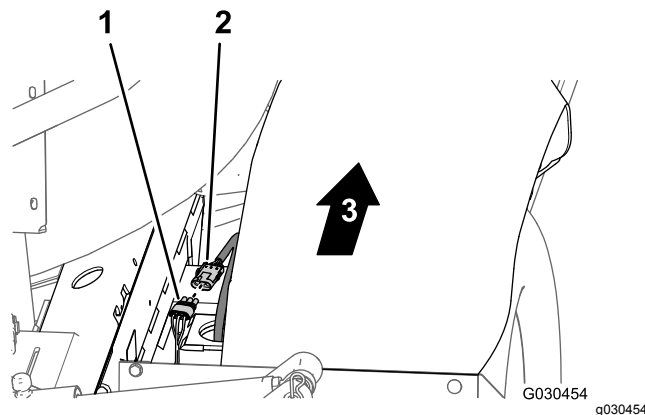

**Рисунок 134**
1. В задней части машины (во внутренней зоне насоса опрыскивателя) подсоедините 2-гнездовой разъем с маркировкой **Spray Pump Solenoid** (Электромагнит насоса опрыскивателя) ответвления длиной 86 см жгута проводов к 2-штыревому разъему реле насоса (**Рисунок 134**).